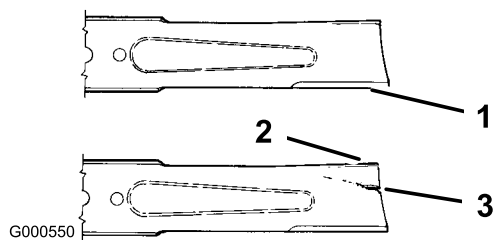

Figura 36
1. Controllate i taglienti (Figura 36). Se i taglienti non sono affilati o presentano intaccature, togliete le lame ed affilatele; vedere Affilatura delle lame.
2. Controllate le lame, in particolare l'area curva (Figura 36). In caso di danni, usura o scanalature nell'area (Figura 36, voce 3) montate immediatamente una nuova lama.